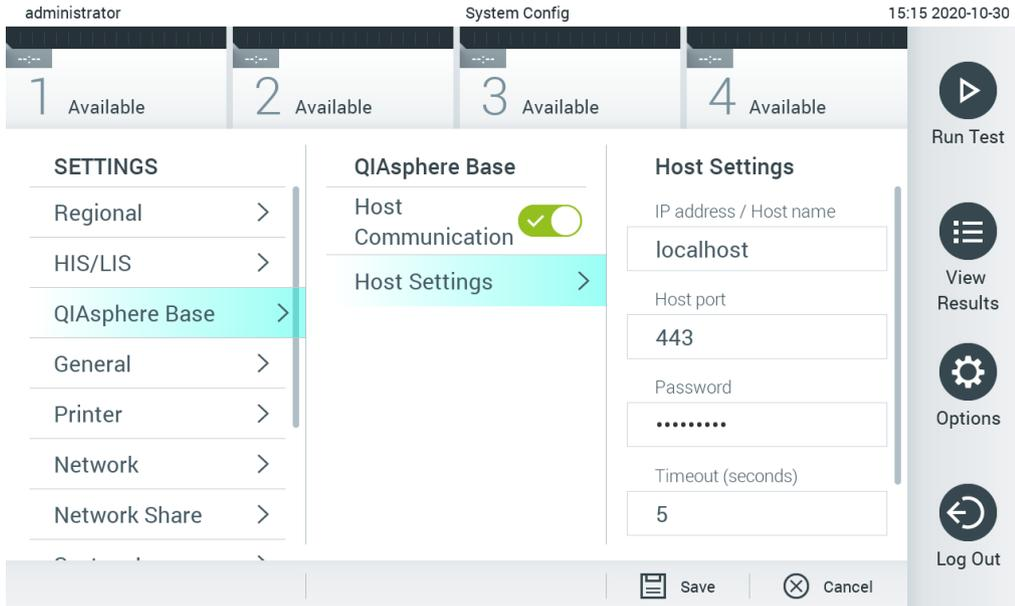

Figura 73. Configurando a conexão do QIASphere Base.
2. Selecione QIASphere Base a partir da lista de configurações na coluna esquerda (Figura 73).